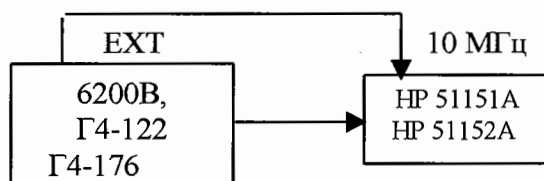

Рисунок 3. Определение чувствительности канала 1.
7.3.3.1. Измерения чувствительности частотомера проводить по схеме рис. 3. С помощью кабеля 10503 выходной сигнал генератора (используются различные генераторы в зависимости от частотного диапазона) подать на вход канала 1. Внешний опорный сигнал с генератора подать на вход опорного генератора частотомера.